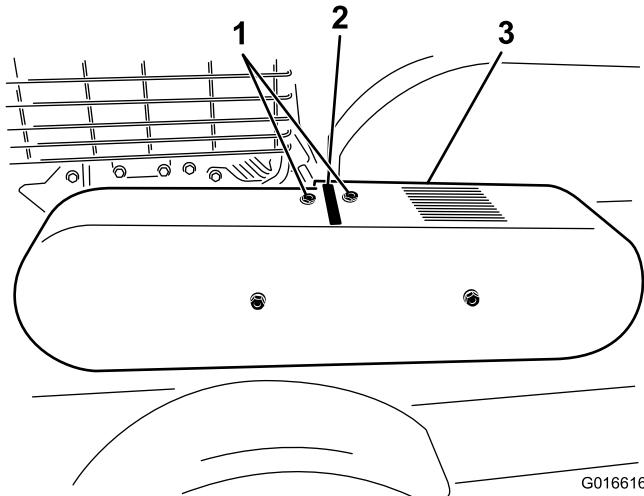

Figura 25
Nota: Compruebe la tensión de la correa de transmisión insertando una regla metálica a través de la ranura de la parte superior del protector de la correa (Figura 25) y presionando hacia abajo sobre la regla con un dinamómetro. La fuerza debe ser de $15 \pm 0,75$ libras ($6,5-7,5$ kg) con una desviación de la correa de 1 cm (0,40 pulgadas). Ajuste según sea necesario.
2. Retire el protector de la correa (Figura 25).